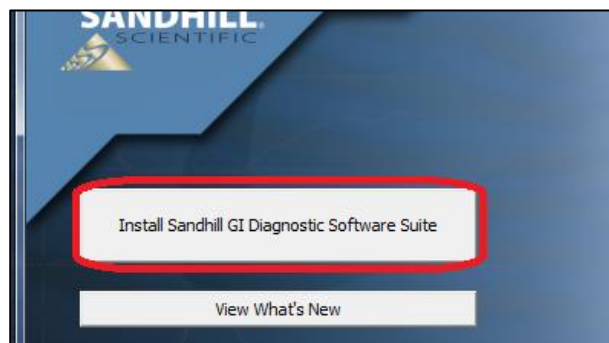

図 7 “Install Sandhill GI Diagnostic Software Suite”の選択
- ⑥ “Install Sandhill GI Diagnostic Software Suite”を選択します (図 7)。